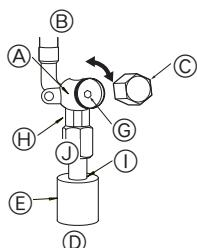

Fig. 4-5
(1) P100-P140 modellerinin gaz tarafı (Fig. 4-5)
- ① Başlığı çıkarın ve 5 mm'lik bir altigen somun anahtarıyla vana çubuğu gidebileceği yere kadar saat yönünün tersine döndürün. Tampona dayanınca döndürmeye son verin.